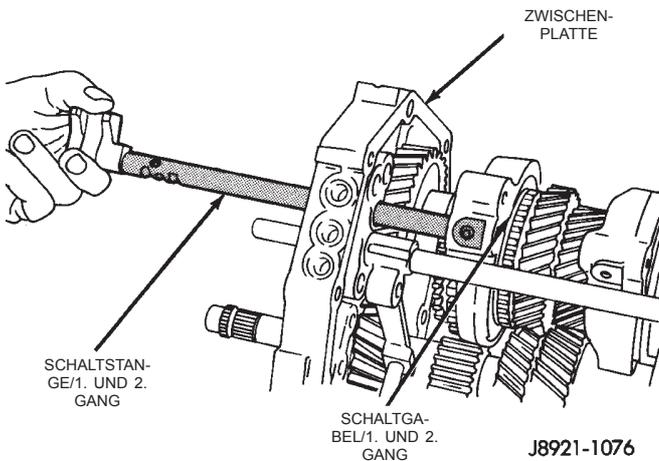

Abb. 87 Schaltstange/1. und 2. Gang einbauen
(16) Die Schaltstange für den ersten und zweiten Gang in die Zwischenplatte und in die Schaltgabel für den ersten und zweiten Gang einsetzen (Abb. 87).